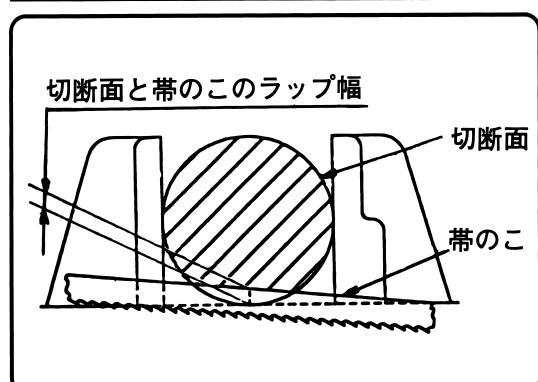

図 28
- 材料の切断面と帯のこがラップ (図28) するように、帯のこの下限位置を調整してください。
材料を切断する場合は、切断面と帯のこが、3mm以上ラップした状態で帯のこが停止するよう帯のこの下限位置を調整してください。 (図28)